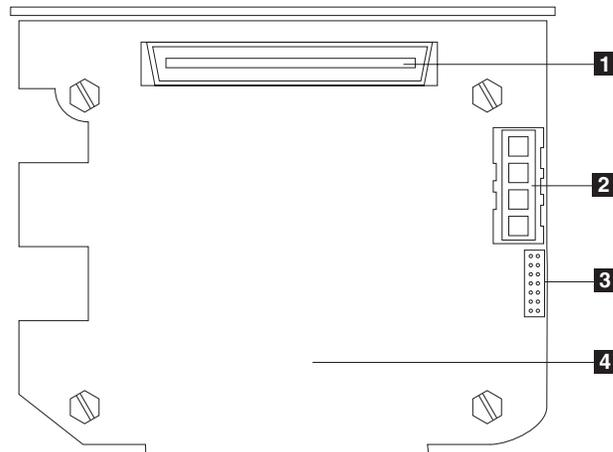

Figure 61. Fond de panier SCSI de l'extension 3-Pack
- 2) Connectez une des extrémités du câble au connecteur du câble SCSI du fond de panier SCSI de la nouvelle extension 3-Pack, représenté à la figure 61 à la page 81. (Cette figure illustre les connecteurs arrière du fond de panier SCSI de l'extension 3-Pack, vus depuis l'arrière du moteur.)
- 2) Connectez une des extrémités du câble au connecteur du câble SCSI du fond de panier SCSI de la nouvelle extension 3-Pack, représenté à la figure 61. (Cette figure illustre les connecteurs arrière du fond de panier SCSI de l'extension 3-Pack, vus depuis l'arrière du moteur.)
- 2) Connectez ce câble au connecteur de cordon d'alimentation SCSI sur le fond de panier de la nouvelle extension 3-Pack (voir la figure 61 à la page 81 pour l'emplacement du connecteur).